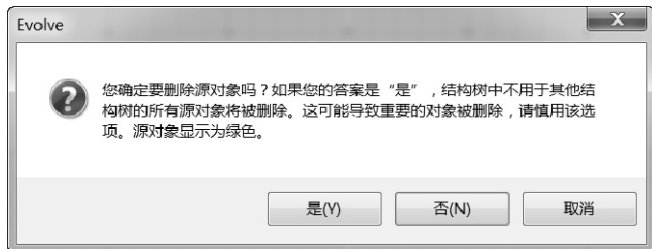

图 2-73 损毁结构树提示
- 2) 在菜单栏中执行“编辑”→“折叠结构树”命令，或按〈C〉键，将该结构树损毁，此时 Evolve 出现损毁结构树提示，如图 2-73 所示，单击“否”按钮确认该操作。